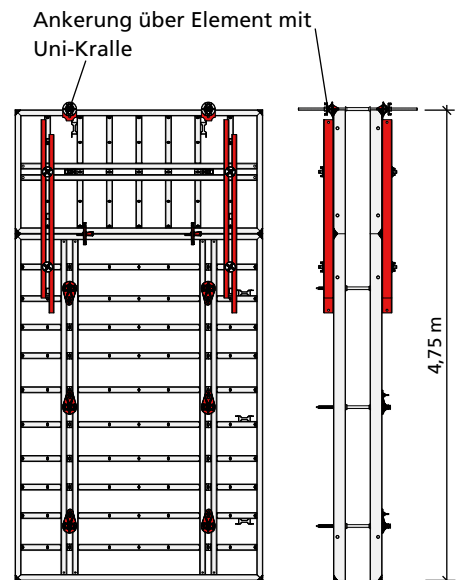

Abb. 68.4
■ Bei horizontalem Aufstocken mit einer maximalen Elementbreite von 1,25 m bis zu einer Maximalhöhe von 4,75 m kann auf die mittige Ankerlage des aufgestockten Elementes verzichtet werden, wenn 2 Richtschienen RS 180 verwendet werden und mit Uni-Kralle, Ankerstab und Flanschmutter 100 über dem Element geankert wird (Abb. 68.4).